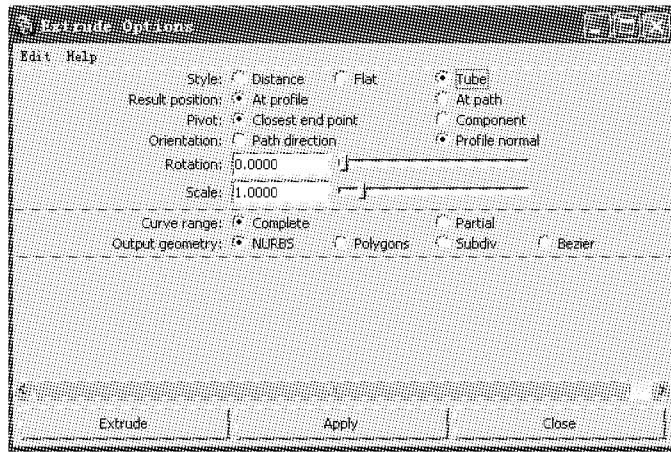

图 3-28 挤出属性设置
(3) 在弹出的 Extrude Options 对话框中,设置挤出参数,如图 3-28 所示。
① Style(挤出类型)有以下几个选项。